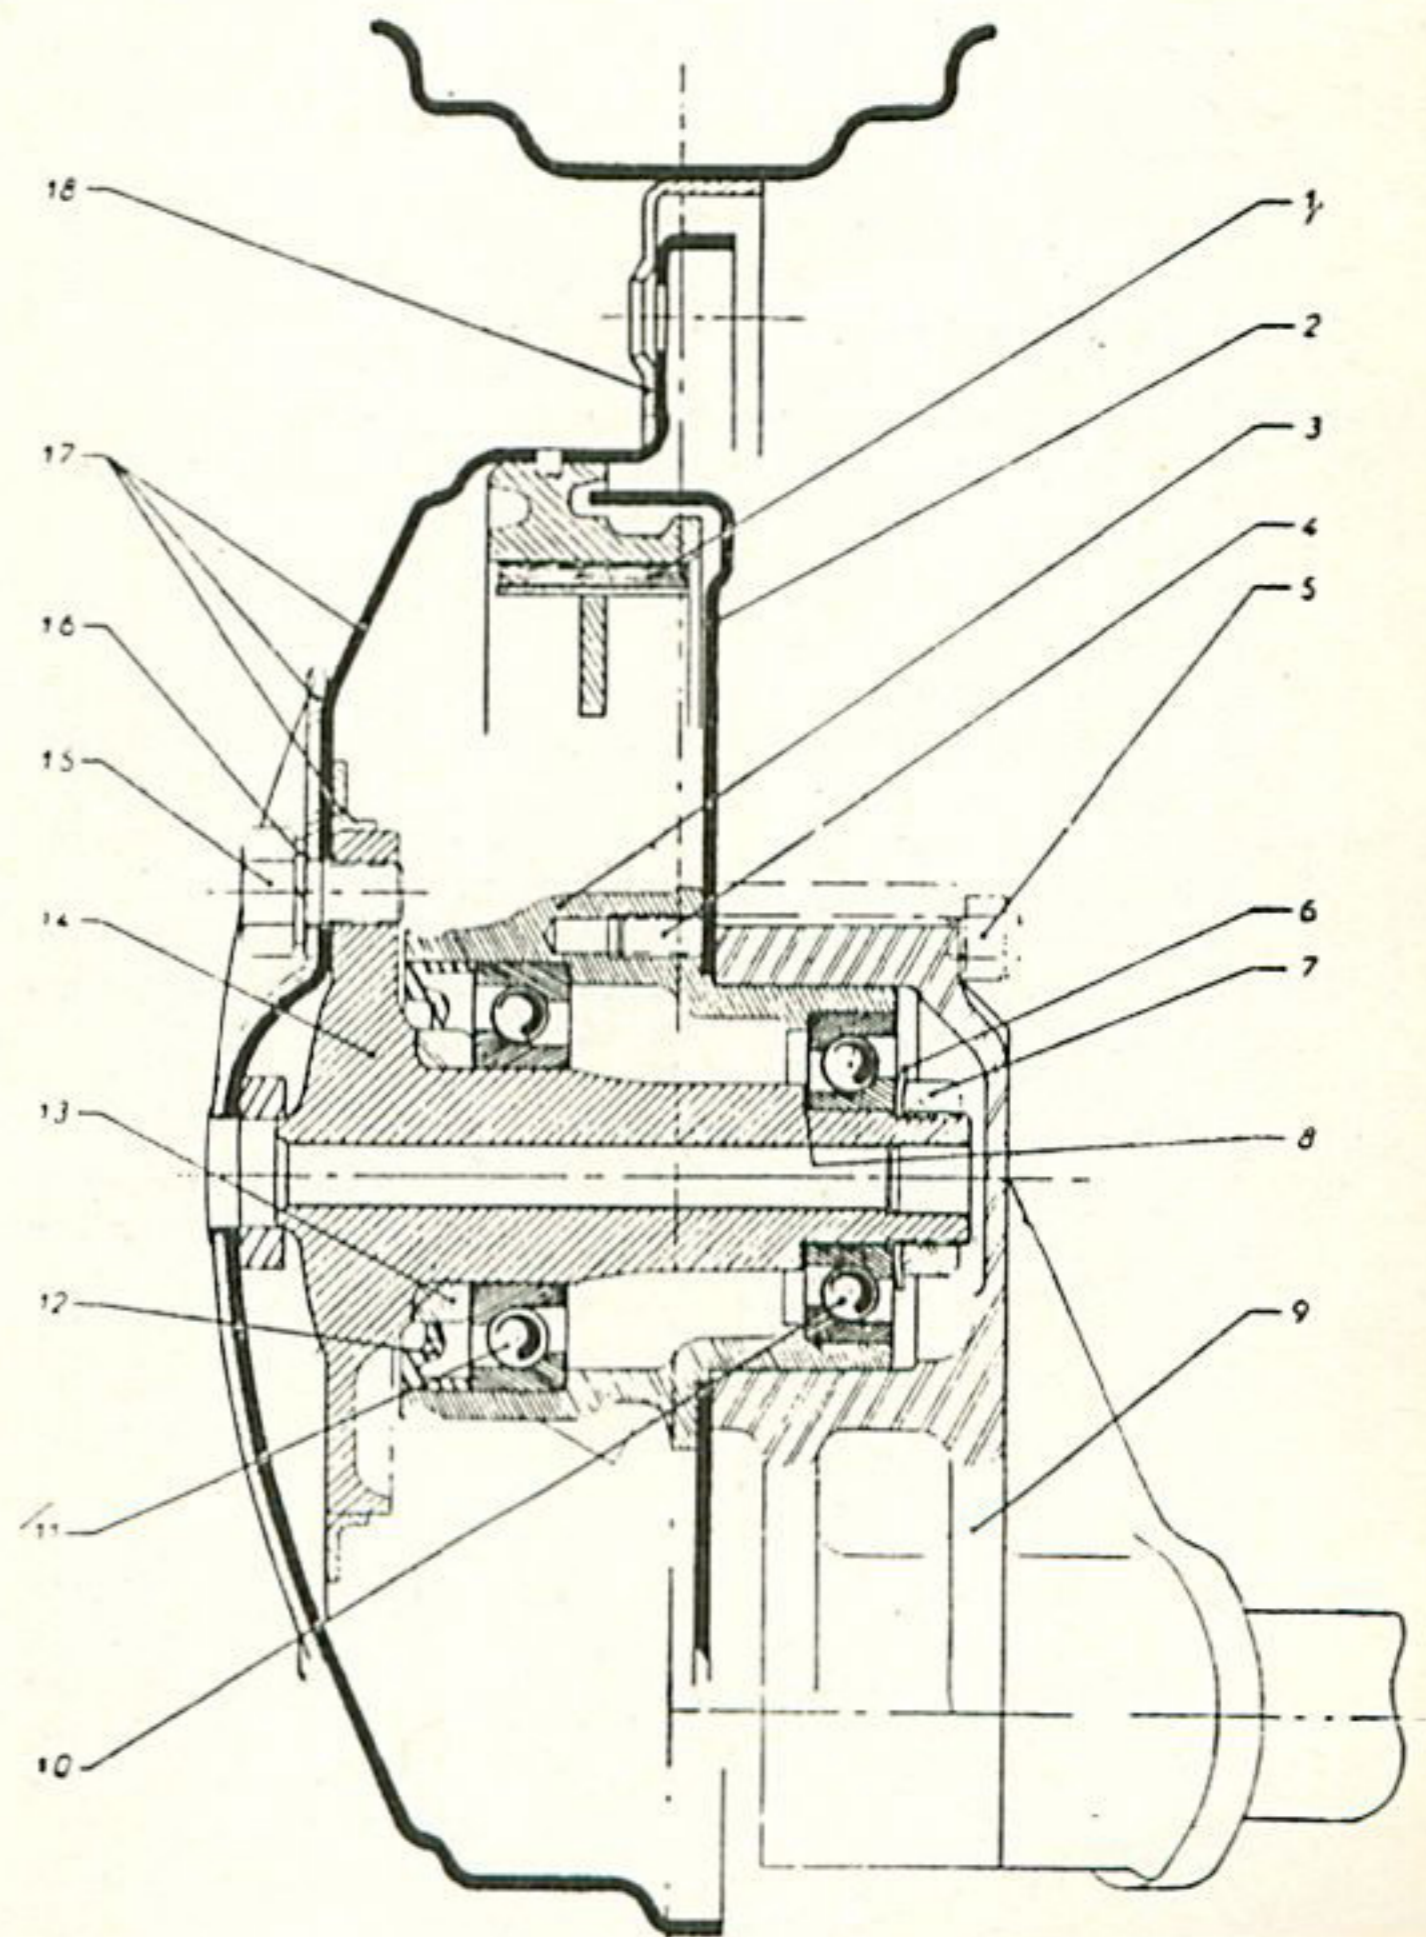

Fig. 54. — Coupe du moyeu AR.
- Démontez les cinq vis (15) de fixation du tambour et retirez celui-ci (fig. 54).